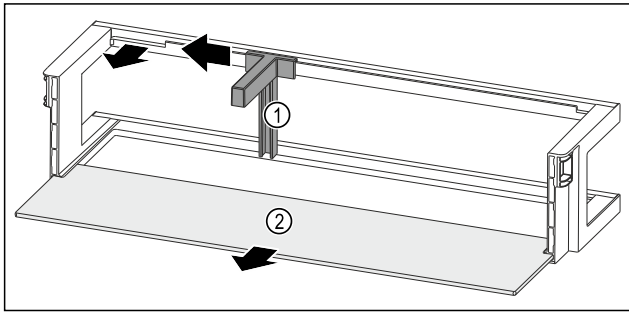

Fig. 93 Deurrek met flessenhouder en draagplateau
- ▶ Flessenhouder Fig. 93 (1) tot aan de uitsparing opzij schuiven.
- ▶ Flessenhouder Fig. 93 (1) verwijderen.
- ▶ Draagplateau Fig. 93 (2) verwijderen.